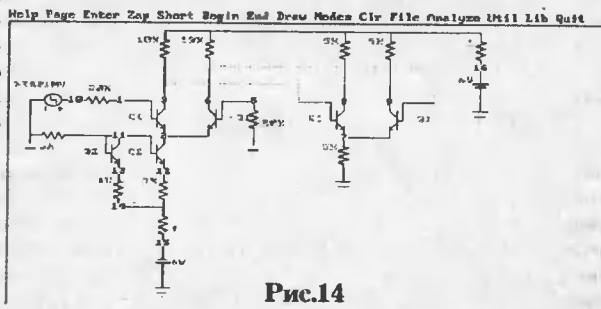

Рис.14
Эта схема выглядит как на рис.14 и представляет собой двухкаскадный дифференциальный усилитель на транзисторах типа Q1 и Q2 (параметры транзисторов описаны в библиотеке стандартных компонентов, которую мы рассмотрим отдельно), ко входу которого подключен генератор импульсов — программируемый источник V(T) типа STEP1MV (также описанный в библиотеке стандартных компонентов).